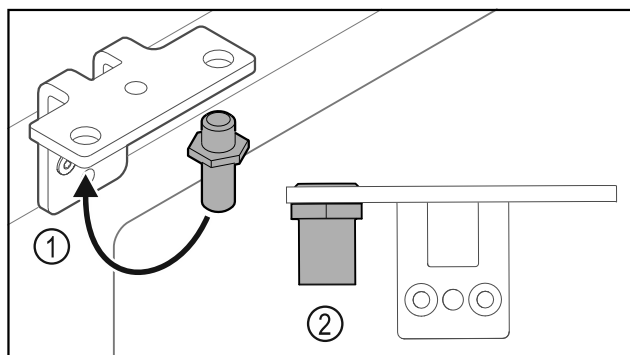

Fig. 24
- Mettre l'axe Fig. 24 (1) dans l'autre trou de l'équerre de charnière.
- Serrer l'axe Fig. 24 (2) au **couple de 12 Nm (9 ft-lb)**.